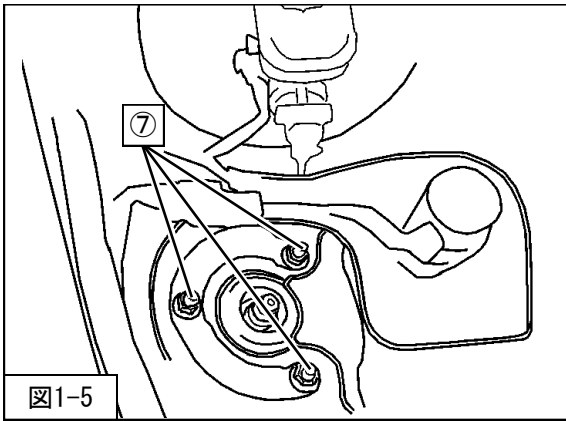

図1-5
6. ⑦フロントサスペンションASSYアッパー取付ナットを取外してください。(図1-5)